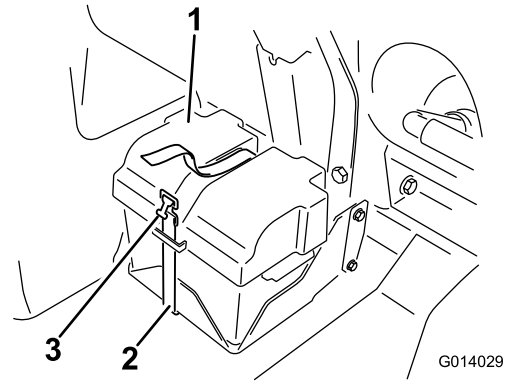
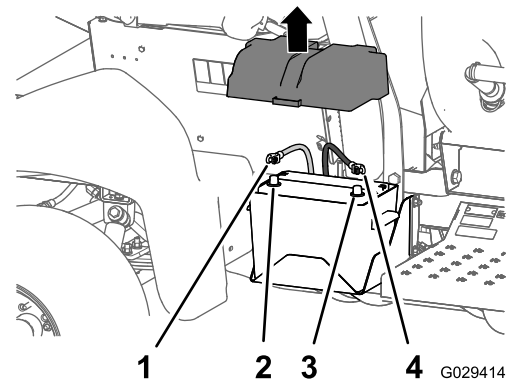

图1
图2
1. 拆下电池盖从电池电极上断开负极电池线黑色—接地线 图1 和 图2。
2. 从电池电极上断开正极红色接线 图2。